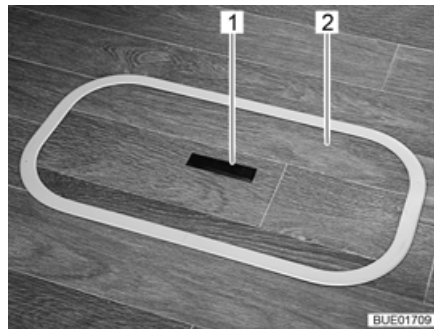
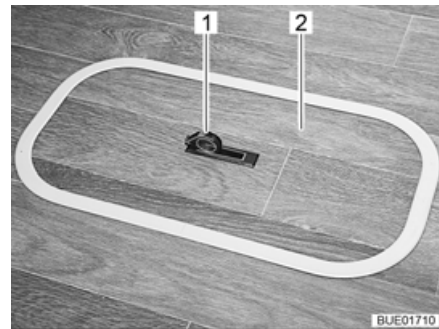

Fig. 75 Couvercle compartiment dans le plancher (poignée encastrée)
Fig. 76 Couvercle compartiment dans le plancher (poignée pivotée vers l'extérieur)
- Pousser la plaque de la poignée (Fig. 75,1) vers le bas d'un côté. La poignée (Fig. 76,1) pivote vers le haut.
- Tirer le couvercle (Fig. 75,2 et Fig. 76,2) vers le haut pour le retirer.